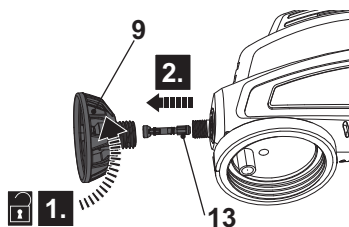

Fig. 9
- > Desenroscar manualmente a tampa do bocal (9) no sentido contrário ao dos ponteiros do relógio, e remova a válvula (13) (Fig. 9).